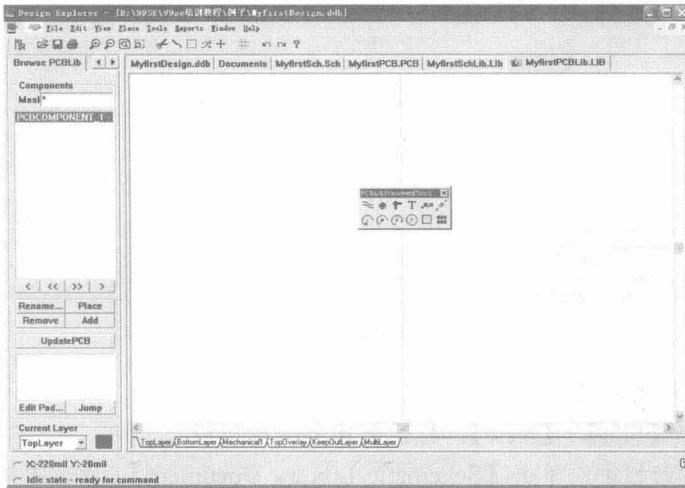

图 1-20 新建的元器件封装库设计文件
- 在新建文件对话框中，单击【PCB Library Document】(PCB 库文件)图标，然后单击 **OK** 按钮，系统将新建一个元器件封装库设计文件，结果如图 1-20 所示。